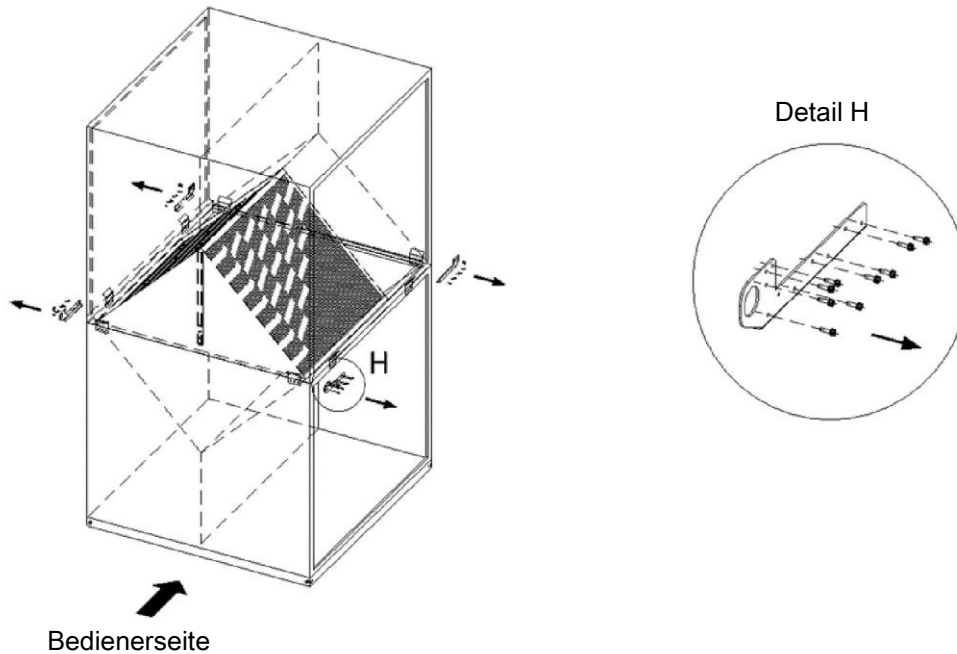

Bild 13 Demontage der Kranösen vom Oberteil der Kammer
- 9 Stk. Schrauben M8 an jeder Aufhängung lösen, siehe Bild 13, Detail H
- Die Kranösen demontieren, siehe Bild 13